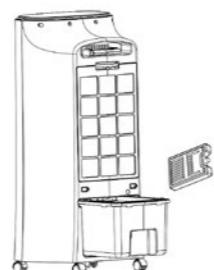

figura 2
2. Rimuovere completamente il serbatoio (la pompa dell'acqua e il telaio si solleveranno automaticamente). Figura 2.